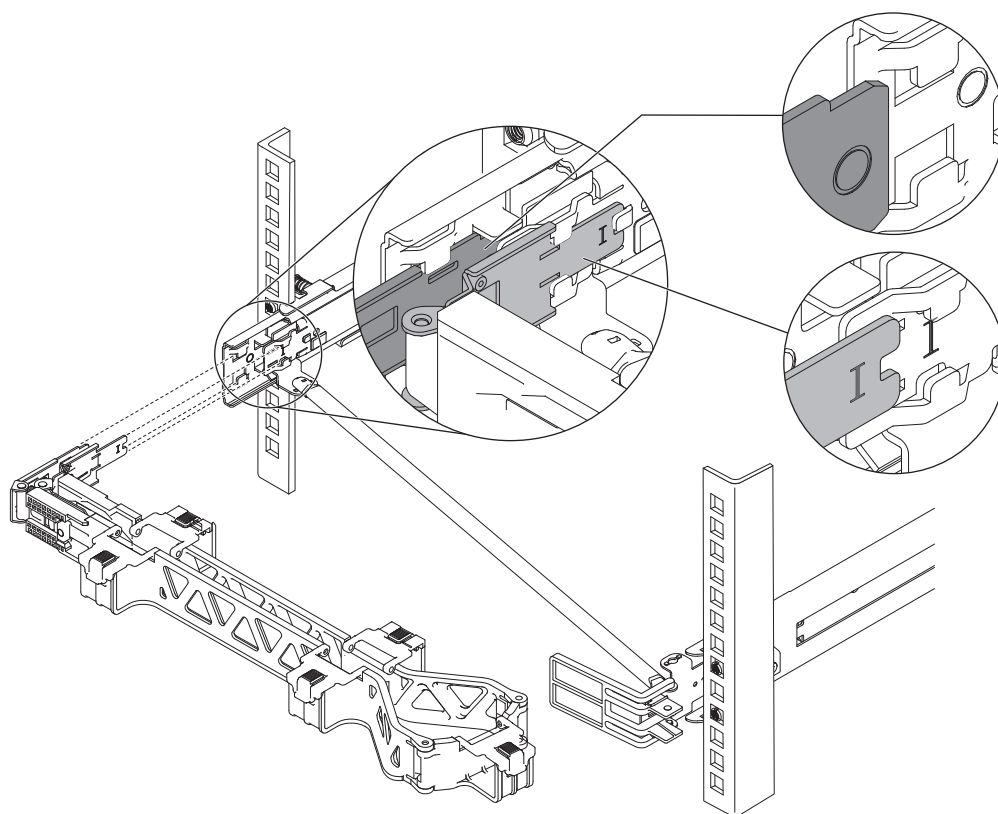

Figura 13. Removendo o suporte de parada do suporte para organização de cabos
6. Remova o suporte de parada do suporte para organização de cabos, conforme mostrado em Figura 13 na página 30.